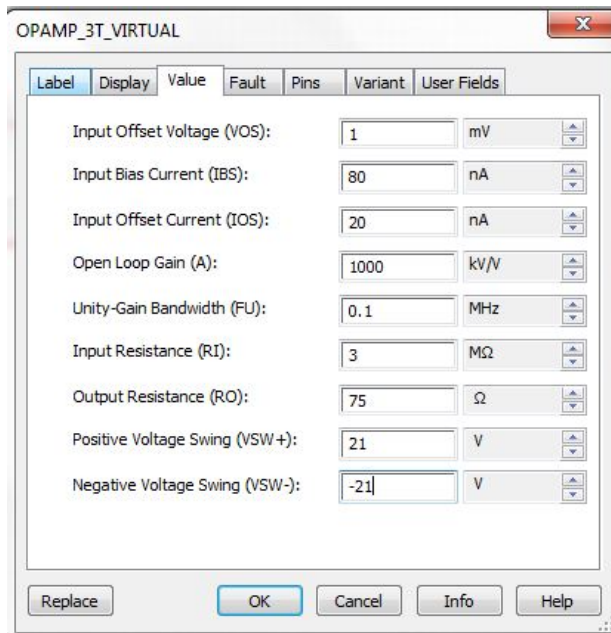

Рис.11. Настройка ОУ
Для настройки параметров ОУ выполняются аналогичные операции. Открывается окно, изображённое на рис.11. Устанавливаются необходимые значения параметров ОУ. *Unity-Gain Bandwidth (FU)* – частота единичного усиления $f_{ед}$, *Open Loop Gain* – коэффициент усиления ОУ.